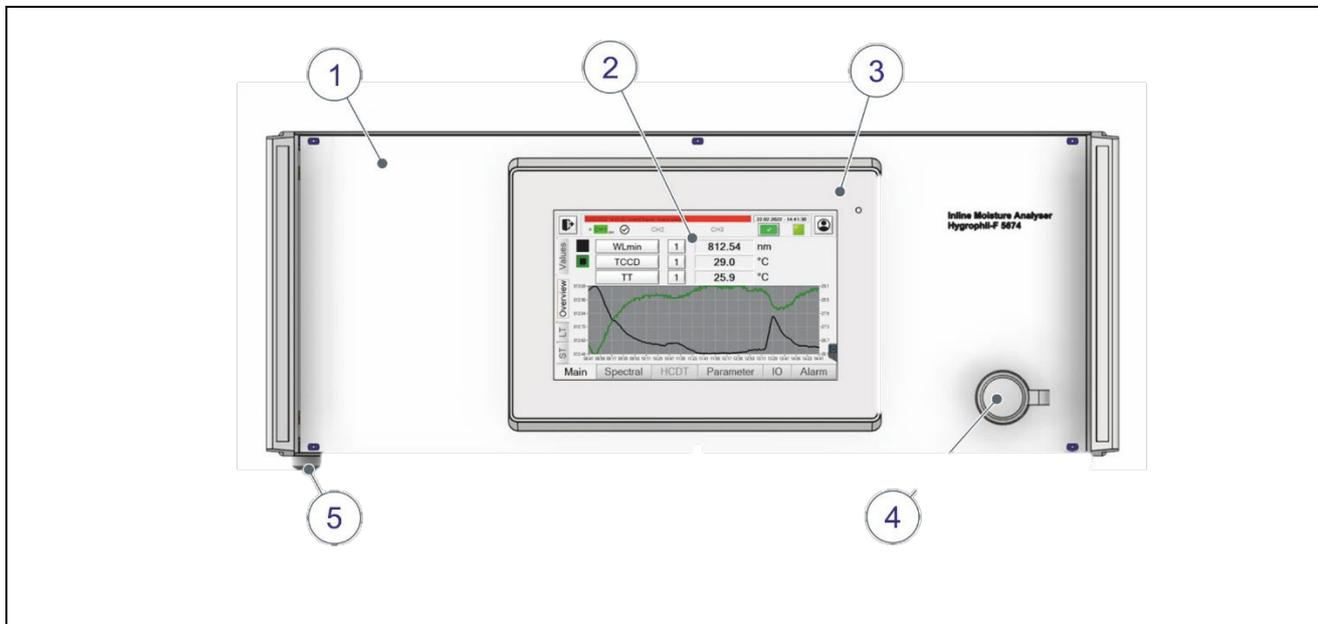

Abbildung 4-1: Geräteübersicht: Vorderseite
- ▶ Bauen Sie das Gerät in ein 19-Zoll-Gestell (4 Gestelleinheiten) ein (siehe *Abbildung 4-1 auf Seite 18*).